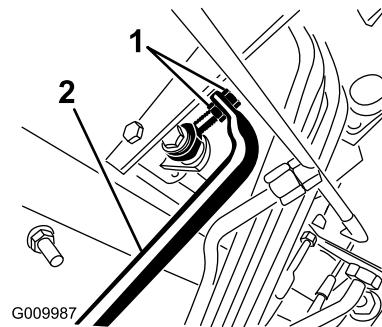

図 67
4. 前への動きを止めたい場合は、ポンプロッドの端部にあるジャムナットを回してポンプコントロールチューブ **図 67**を前へ動かす。後への動きを止めたい場合は、後へ動かす。